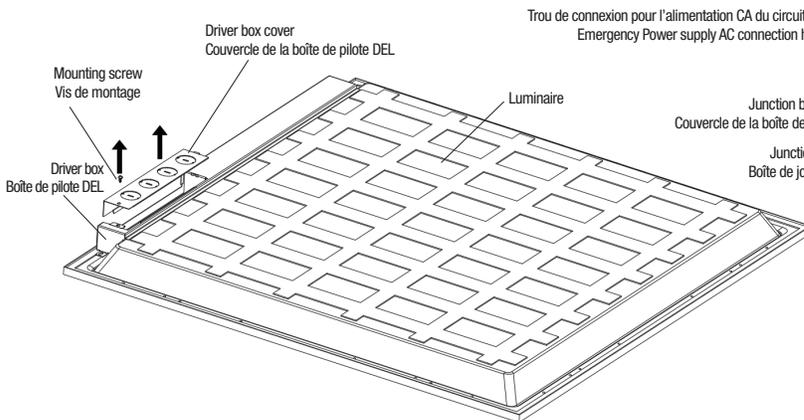

Fig. 1
1. Unscrew the mounting screw and remove the driver box access cover (Fig. 1).
1. Dévisser la vis de montage et retirer le couvercle d'accès de la boîte de pilote des DEL (Fig. 1).
1. Check if the luminaire can fit into the metallic frame by using Fig. 1 table.
1. Vérifier si le luminaire peut être installé dans le cadre métallique à l'aide du tableau de la Fig. 1.